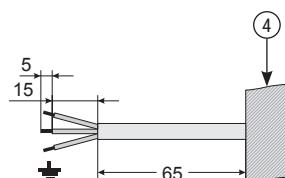

Рис.3
- Обрезать провод, выходящий из стены (рис. 3). Место крепления соединительной коробки должно совпадать с местом вывода кабеля из стены.
**ВАЖНО!** Кабель для подключения должен быть медным и сечением  $3 \times 1.5 \text{ мм}^2$ . Провод заземления МЭМ имеет желто-зеленый цвет, фаза (L) - коричневый цвет, ноль (N) - синий цвет.